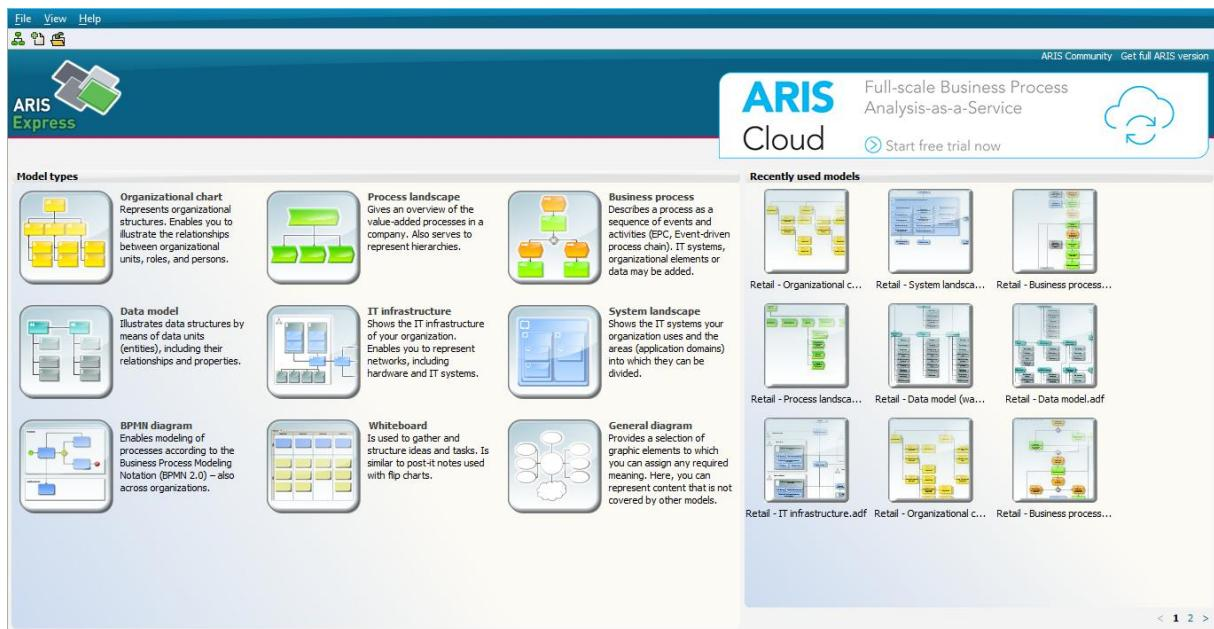
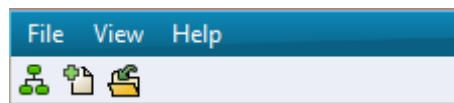
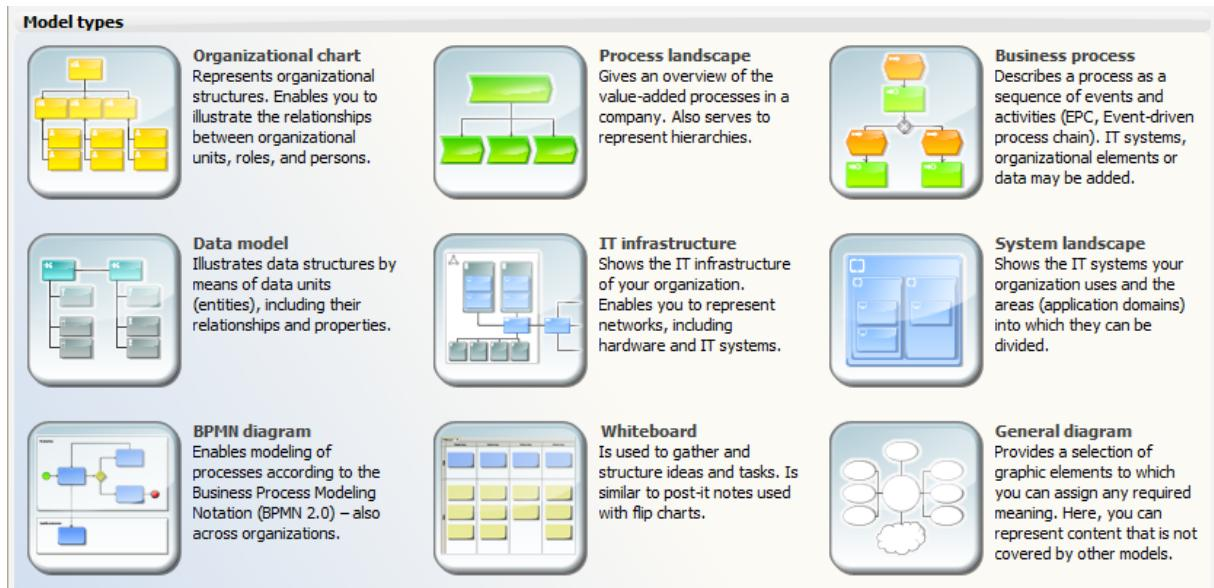
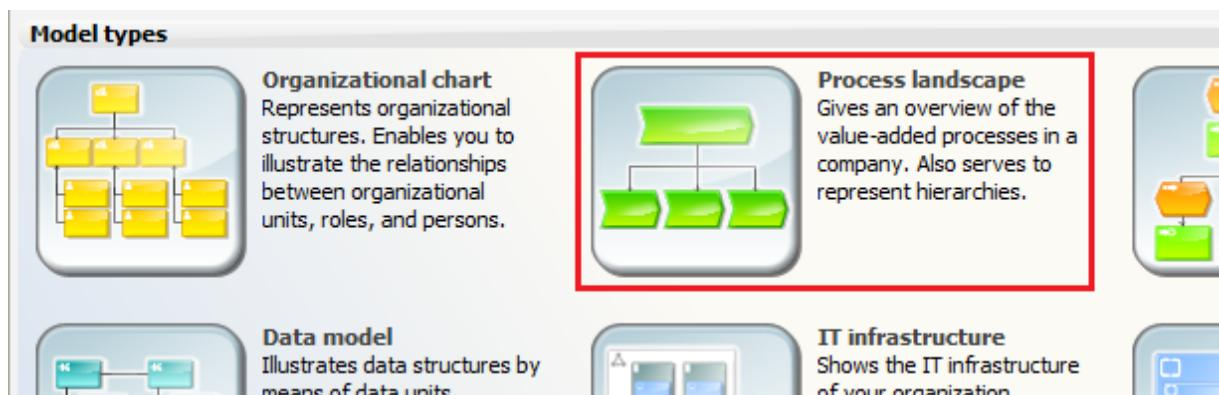

Рисунок 1.1
Рисунок 1.2
Рисунок 1.3
Рисунок 2.1
Запустить ARIS Express (рисунок 1.1).
1. Главное окно ARIS Express (рисунок 1.1) содержит меню и панель инструментов (рисунок 1.2).
2. В главном окне содержатся инструменты для создания моделей различных видов. Для каждого вида модели приведено его краткое описание (рисунок 1.3).
4. Для создания новой модели необходимо выбрать соответствующий вид модели и щелкнуть по нему левой кнопкой мыши (рисунок 1.3).
1. Перейти в главное окно ARIS Express (рисунок 1.1) и создать модель организационной структуры, выбрав вид модели «Organizational unit» (рисунок 1.3). Поместить в область моделирования объект «Organizational
1. Запустить ARIS Express, перейти в главное окно (рисунок 1.1) и создать модель бизнес-процессов, выбрав вид модели «Process landscape» (рисунок 2.1).